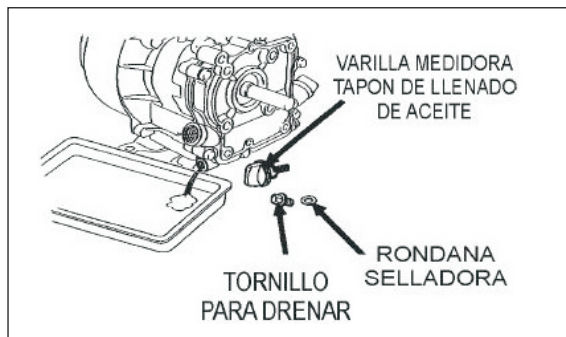

Fig 9. Aceite de motor (Drenado)
- Drene el aceite del motor cuando el aceite está caliente, como se muestra en la Fig 9.